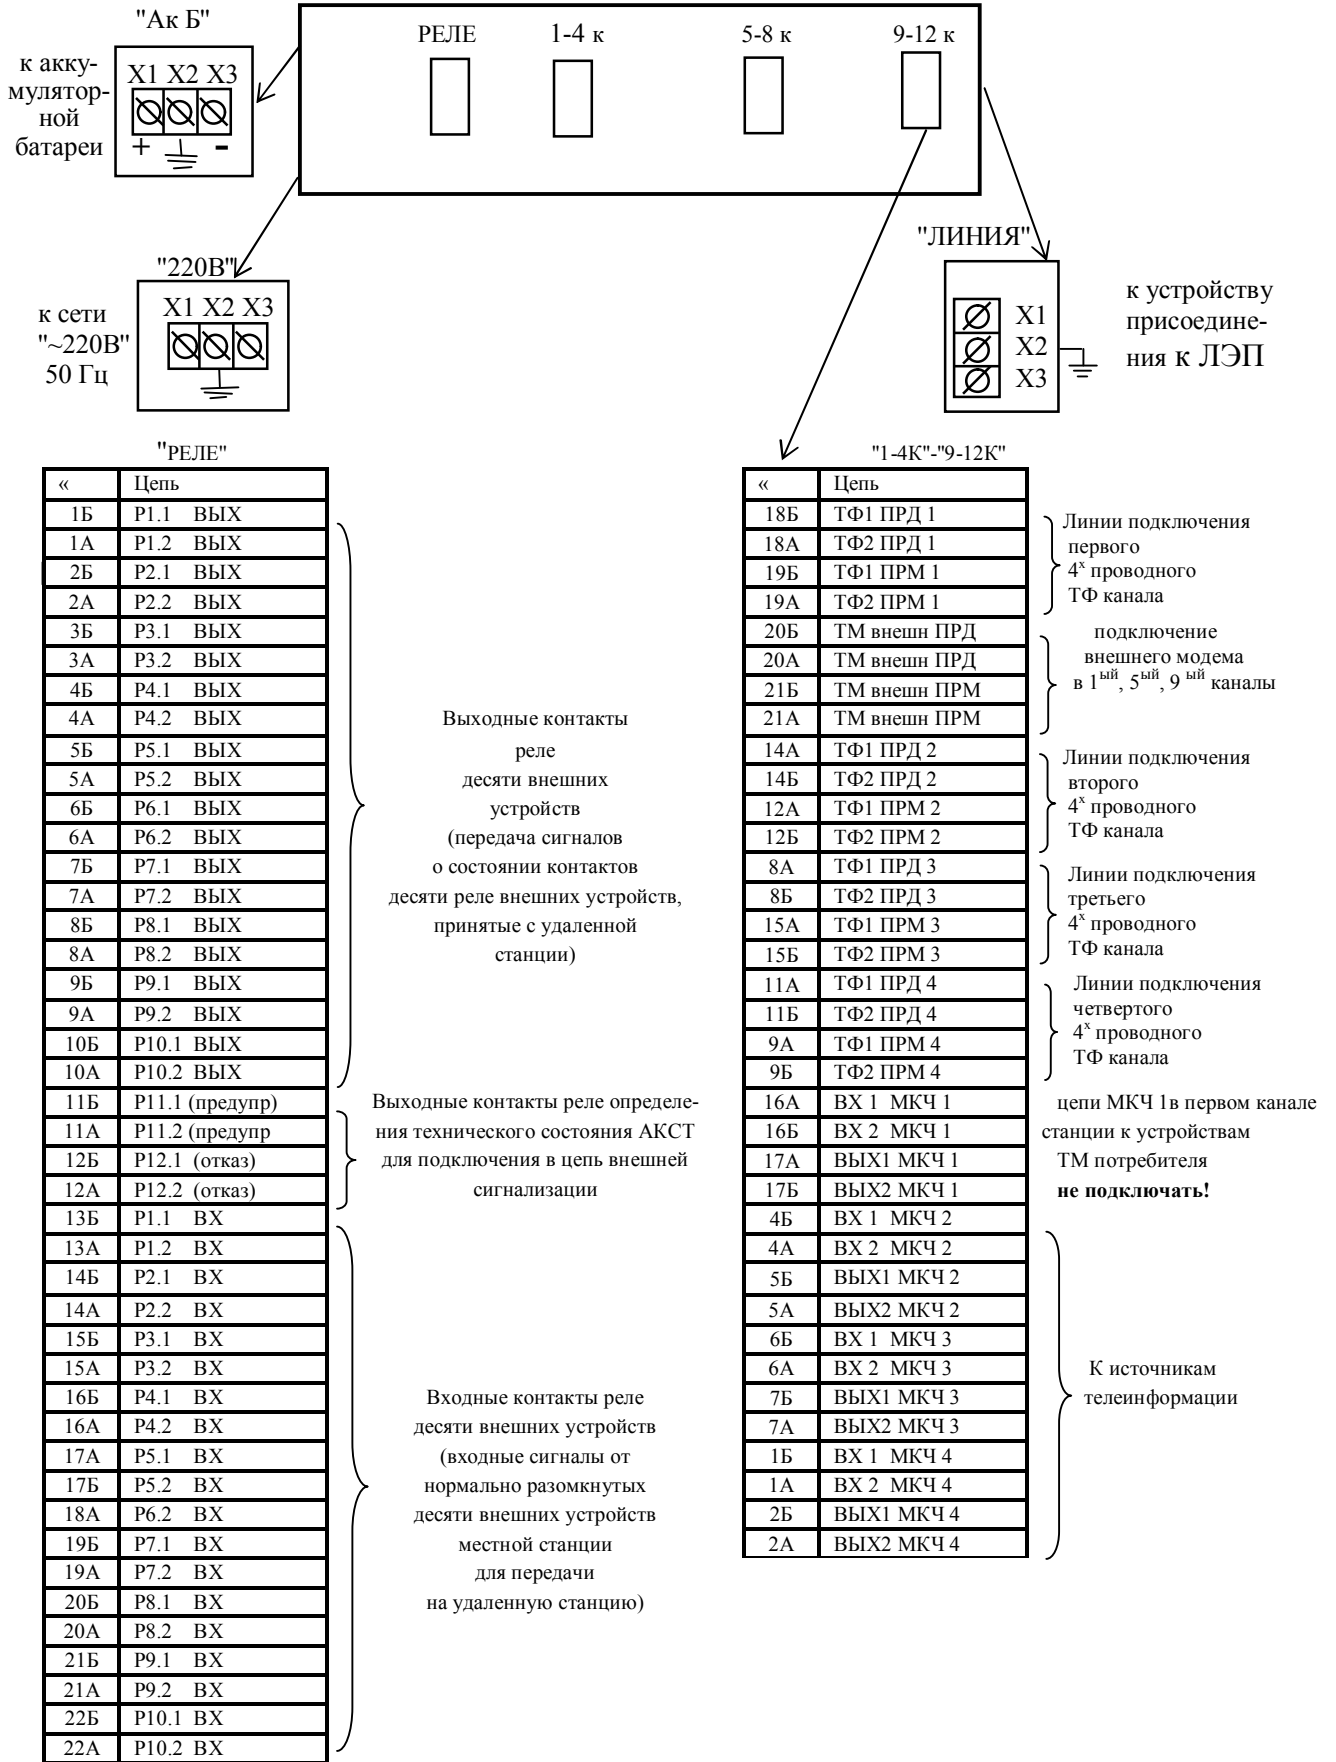

Рисунок 2
3.6 Снимите "фальшь - панель" и верхнюю крышку шкафов станций. В каждом шкафу подключите линию питания $\sim 220\text{В}$ к колодке соединительной, отмеченной знаком " $\sim 220\text{В}$ " ⚡, аккумуляторную батарею к колодке соединительной "Ак Б". Обе розетки расположены около вводной панели слева. Потенциальные жилы проводов подключайте к крайним контактам X1 и X3 колодок, провод заземления - к среднему контакту X2 (см. рисунок 2).
Линию связи АКСТ с устройством подключения к ЛЭП выполните коаксиальным кабелем типа РК-75 с диаметром внутренней жилы не более 2 мм. Для его подключения около вводной панели справа имеется колодка соединительная с тремя контактами: X1, X2, X3.(см. рисунок 2)